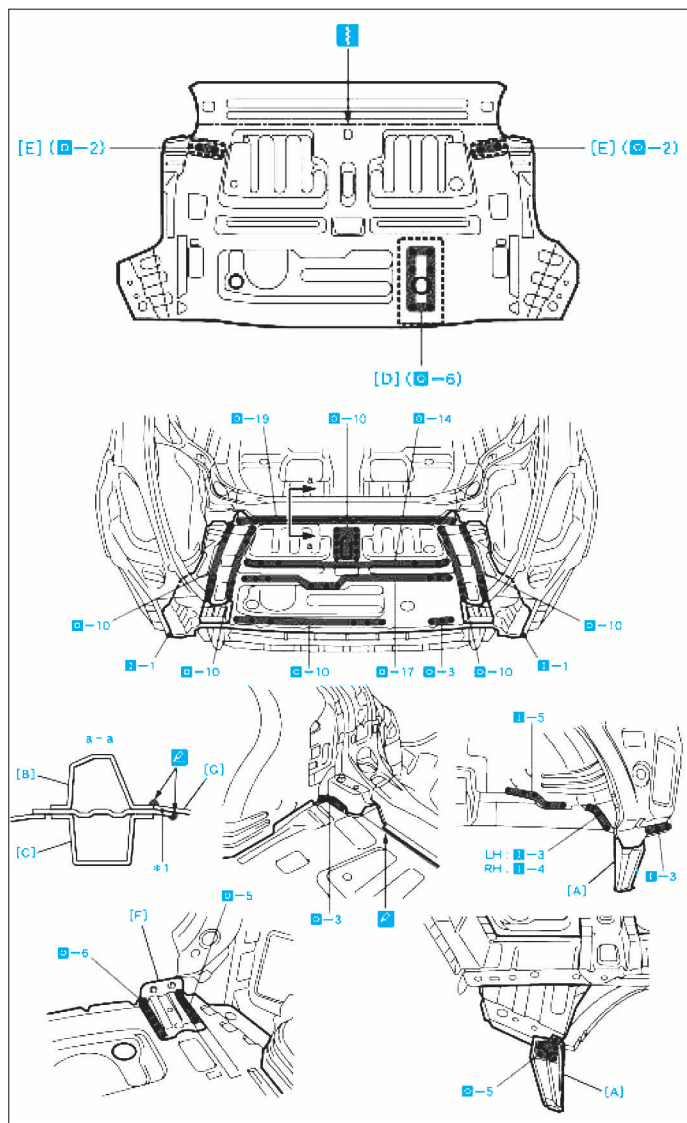

FIG. 34
- Après la soudure (Fig.34), appliquer de la mousse en polyuréthane sur les pièces correspondantes.